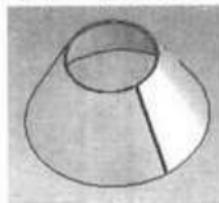

图 8-32 圆锥面生成的钣金零件
(3) 在模型中选取圆柱面或圆锥面一个端面上的直线边线作为固定边线，或选择与圆锥面相切的平面为固定面。当零件展开时，固定的边线或固定面会保持在原来的位置。固定边线或固定面的名称会显示在“固定边线或面”选项框中。
(4) 设置折弯半径为 0。
(5) 在“折弯系数类型”选项框中可选择“折弯系数表”、“K 因子”、“折弯系数”或“折弯扣除”。如果使用一个或多个圆锥面生成钣金零件，必须选择“K 因子”作为折弯系数的类型，并输入具体的数值。
(6) 如果要自动切除释放槽，可勾选“自动切释放槽”复选框，然后选择释放槽切除的类型。如果选择“矩形”类型，则需指定一个释放槽比例。
(7) 单击 \checkmark （确定）按钮，生成的钣金零件如图 8-32 所示。